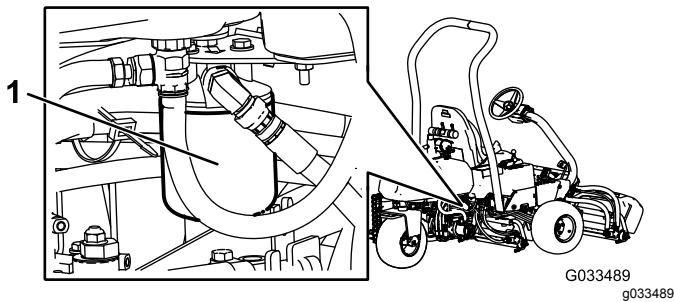

Figura 51
3. Repita o passo 1 e 2 para o filtro hidráulico direito (Figura 51).